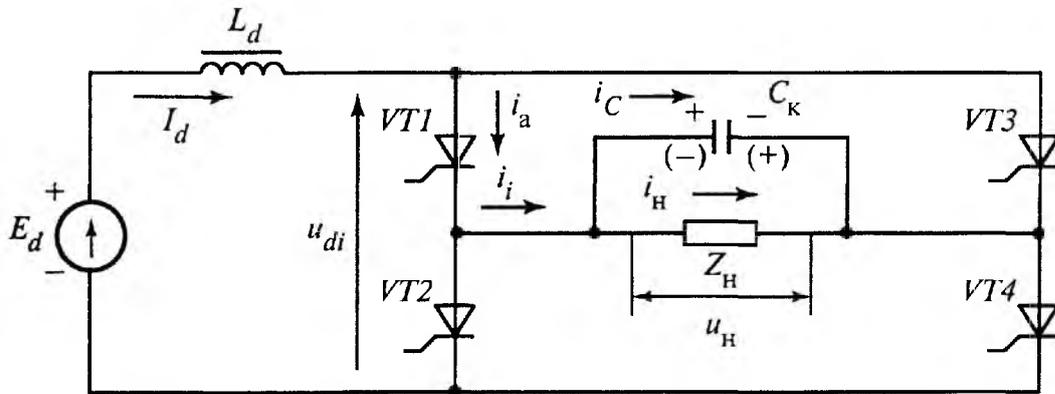

Рис. 5
9. В схеме рис.5 напряжение питания  $E_d = 100$  В,  $R_H = 10$  Ом, частота выходного напряжения  $f = 1000$  Гц, в схеме используются тиристоры с временем восстановления  $t_{\text{восст}} = 100$  мкс. Определить: а) необходимое значение емкости коммутирующего конденсатора  $C_K$ ; б) значение напряжения на нагрузке  $U_H$ ; в) действующее значение тока нагрузки  $I_H$ ; г) значение тока, протекающего через коммутирующий конденсатор,  $I_C$ ; д) значение выходного тока инвертора  $I_i$ ; е) ток, отбираемый от источника питания  $I_d$ ; ж) мощность источника питания  $P_d$ .